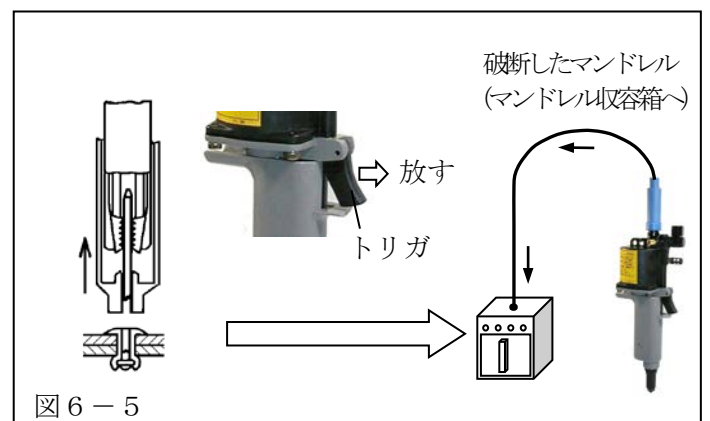

図6-5
#### (3) リベットツールを母材から離れた後、トリガーを放してください。(図6-5)